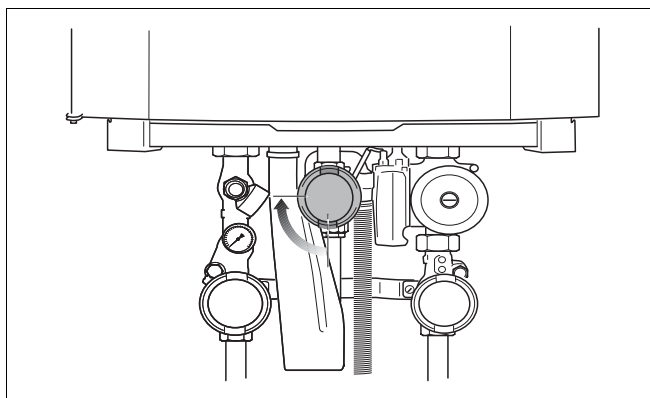

Fig. 99 Închideți robinetul de gaz
- Închideți ventilul principal de blocare sau robinetul de gaz (Fig. 99).
- Închideți instalația principală de blocare sau robinetul de gaz (Fig. 99).